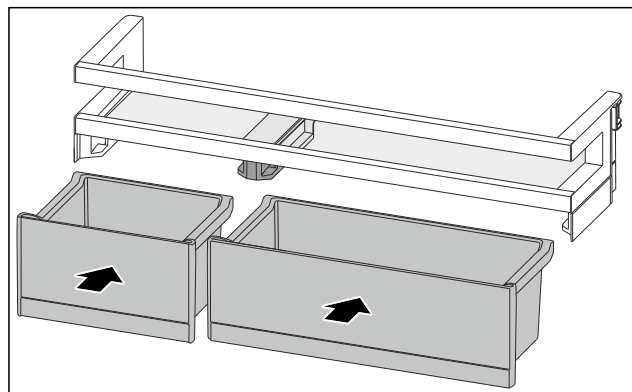

Fig. 86
- Coloque los VarioBoxes en disposición intercambiada. (consulte Fig. 86)